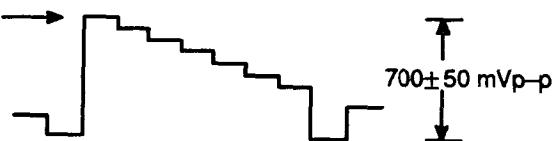
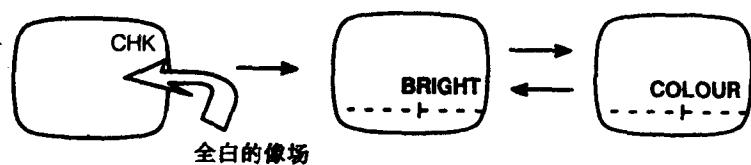
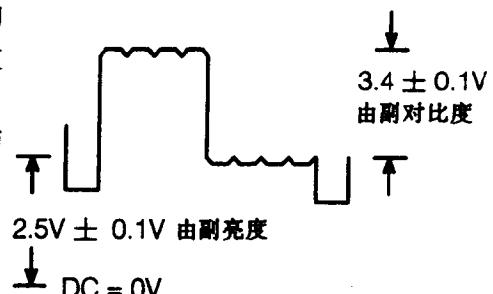

图 1.3.1
图 1.3.2
图 1.3.3
①当白色为 100% 峰值时，输入一个彩条信号。通过 A/V 连接，可以对图形发生器的视频输出电位进行调整，以得到正确的黑色到白色的振幅。
②确认在 TP15 (IC601 的管脚 52) 上的白色调幅波形的峰顶值是 $700 \pm 50\text{ mV}_{\text{p-p}}$ ，如有必要，调整 R325 使达到这个电位，见图 1.3.1 所示。
③接收一个彩条图形。把一个示波器接在 Y-PCB 上的插头 Y32 的管脚 3 (在 CRT 的颈部) 和底板的地线上。
④把彩色、亮度和对比度调为正常。
⑤在 TPE7 和 TP10 之间接上一条短导线。注意，这样做自动亮度限制器便不起作用，因此，在这种情况下要避免高光束电流长时间运行。
⑥按下维修开关 (S1101)，然后把功能开关设在工厂模式 (副对比度、副亮度)，如图 1.3.2 所示。
⑦用副亮度控制钮调整亮度电位： $3.4 \pm 0.1\text{V}$ 。
⑧调整副亮度 (首先) 和副对比度 (其次)，使产生如图 1.3.3 所示的波形。
⑨使用功能钮 (S1103) 和音量 (升和降) 钮 (S1111 和 S1110)。选择副彩色并调整它，使出现如图 1.3.3 所示的波形。
⑩按下遥控器上的正常钮两次，取消“CHK”模式，摘下 TPE7 和 TP10 之间的导线。